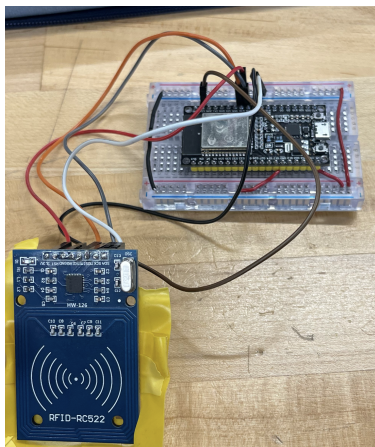

Figure 1.1
- b) Assurez-vous que tout soit bien connecté comme dans la **Figure 1.1** (si il semble y avoir un problème contactez le support technique)